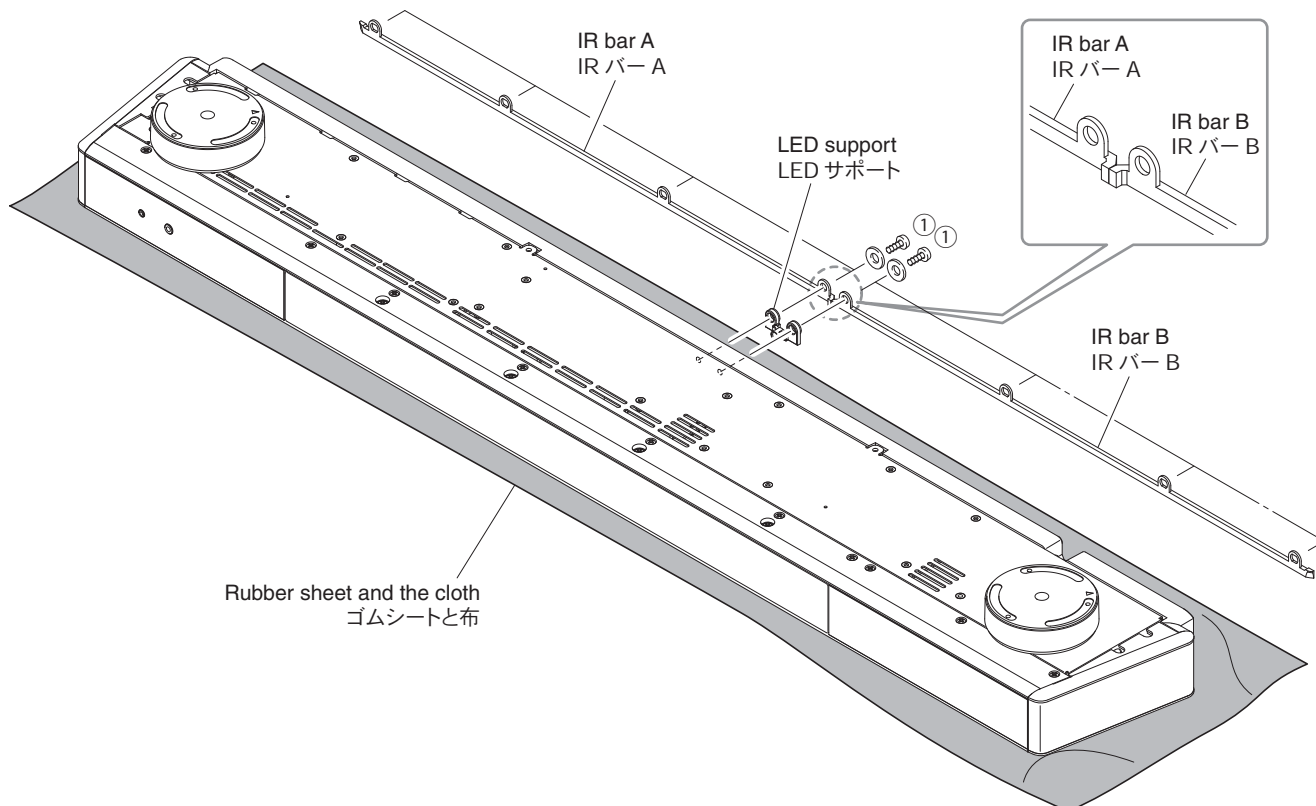

Fig. 1
- Spread a rubber sheet and cloth for protection of this unit against any damage and place this unit on cloth with its bottom panel facing up. (Fig. 1)
- Remove 8 screws (①) and 8 washers. (Fig. 1)
- Remove the IR bar A and IR bar B together with the LED support. (Fig. 1)
- 本機に傷などが付かないようにゴムシートと布を敷き、本機をボトムパネルが上になるように置きます。(Fig. 1)
- ① のネジ 8 本とワッシャー 8 個を外します。(Fig. 1)
- IR バー A と IR バー B を LED サポートと一緒に外します。(Fig. 1)